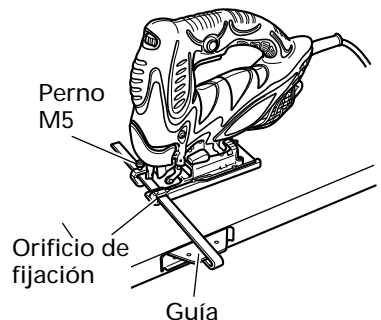

Fig. 12
- (3) Fije la guía haciéndola pasar a través del orificio de fijación de la base y apriete el perno M5. (Fig. 12)
- (4) Ajuste la posición orbital a "0".